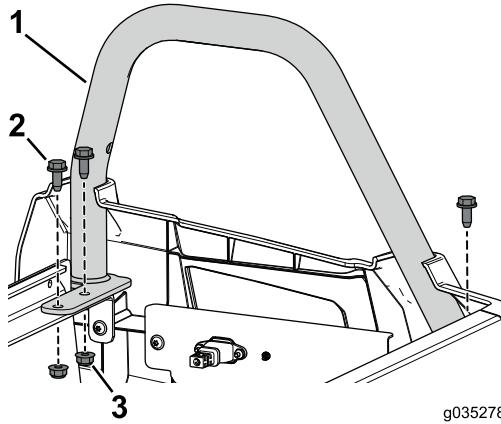

图91
12. 使用之前卸下的 3 个凸缘螺栓 3/16 x 3/4 英寸和凸缘螺母将左后臀部固定管固定到座椅底座组件上图91。